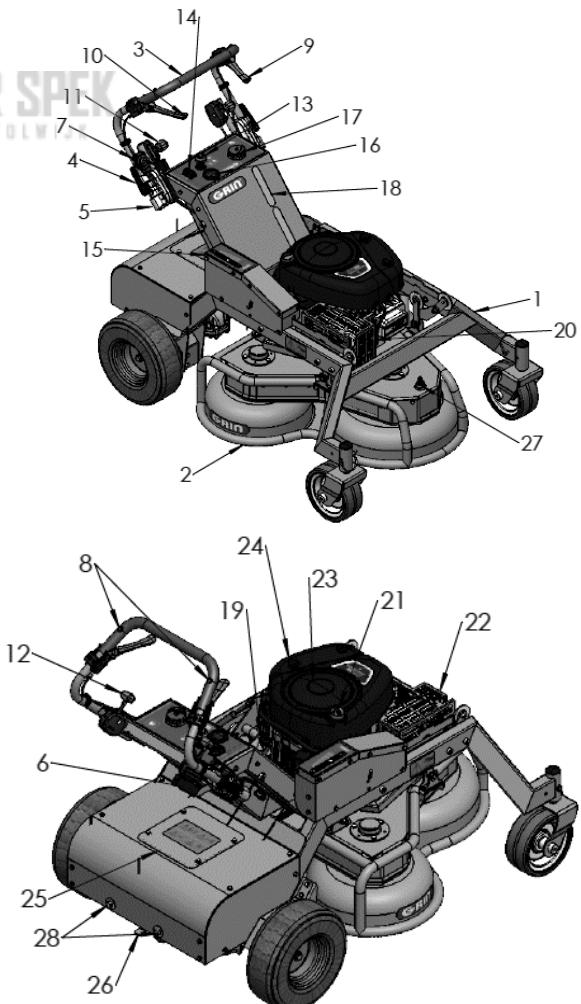

Abb. 7 - Komponenten der Maschine
Ihr Grin XM wird mit Öl im Motor ausgeliefert. Nach ca. 5 Betriebsstunden wird empfohlen, den Ölstand mit dem Ölmessstab (Abb.7_21) zu prüfen und ggf. nachzufüllen. Ölmenge und -typ sind dem Motorhandbuch zu entnehmen.
2. Den Tankdeckel abschrauben (Abb. 7_17), nachdem er und der Bereich um ihn von evtl. Verunreinigungen befreit wurden.
3. Füllen Sie mit Hilfe eines Trichters normales grünes Benzin ein. Sie können den Benzinstand mit Hilfe der Kraftstoffstandanzeiger an der Maschine überprüfen (Abb.7_18). Füllen Sie nicht über den sichtbaren Stand hinaus auf, lassen Sie Raum für die Kraftstoffausdehnung. Evtl. übergelaufenes oder verschüttetes Benzin sofort beseitigen und dem Benzin kein Öl zumischen.
6. Öffnen Sie den Benzinhhahn zwischen Tank und Motor. (Abb.7_19). Es wird empfohlen, den Hahn während des Transports immer zu schließen, damit nicht zu viel Benzin in den Motor gelangt.
Hinweis: Stellen Sie bei kaltem Motor den Hebel zur Einstellung der Motordrehzahl (Bild 7_12) in die Choke-Stellung.
!!! ACHTUNG !!! Nach dem Anlassen des Motors ist der Drehzahlverstellhebel (Bild 7_12) sofort aus der Position Choke zu entfernen.
Ihr XM ist mit einer elektronischen, millimetergenauen Mähhöhenverstellung ausgestattet. Drücken Sie nach dem Einschalten des Geräts die Taste für die Höheneinstellung (Abb. 7_14), um das Schneidsystem anzuheben oder abzusenken. Sie können die eingestellte Höhe über die Höhenanzeige (Abb.7_15) ablesen. Wenn Sie den Anzeiger in Richtung des grünen Bereichs bewegen, wird die Mähhöhe erhöht. Wenn Sie den Anzeiger in Richtung des roten Bereichs bewegen, wird die Mähhöhe verringert.
1. Lösen Sie nach dem Anlassen des Motors die Feststellbremse, indem Sie den Hebel (Abb.7_6) nach rechts und dann nach oben bewegen.
2. Nachdem Sie überprüft haben, dass die Mähhöhe korrekt ist, starten Sie das Schneidsystem, indem Sie den gelben Pilz am Armaturenbrett anheben (Bild 7_13).
3. Bewegen Sie den Schalthebel (Abb. 7_11) nach vorne oder hinten. Bewegen Sie den Hebel behutsam, um die Geschwindigkeit allmählich zu verändern, insbesondere wenn Sie den Rückwärtsgang einlegen. Abrupte Geschwindigkeitsänderungen können dazu führen, dass der Bediener das Gleichgewicht verliert.
4. Um die Maschine zu lenken, drücken Sie den linken Hebel (Abb.7_9), um nach links zu fahren und den rechten Hebel (Abb.7_10), um nach rechts zu fahren. Je fester der Hebel gedrückt wird, desto enger wird die Kurve. Wenn der Hebel ganz gedrückt wird, dreht sich die Maschine um sich selbst.
1. Bringen Sie den Vorwärts/Rückwärts-Hebel (Bild 7_11) in die Neutralstellung (N)
2. Ziehen Sie die Feststellbremse an, indem Sie den Hebel nach unten bewegen (Abb.7_6).
3. Schalten Sie das Schneidsystem aus, indem Sie auf den gelben Pilztaster am Armaturenbrett drücken (Abb.7_13).
4. Lassen Sie die Sicherheitstasten (Abb.7_8) los, um die Maschine auszuschalten.
1. Lösen Sie die Befestigungsschrauben des On-Board-Kits (Abb.7_28), positionieren Sie die Platte und ziehen Sie die Schrauben wie in der Abbildung oben an. Ziehen Sie die Schrauben mit einem Drehmoment von 50 Nm an.
- III. Öffnen Sie das Batteriefach, indem Sie die vier Schrauben lösen, mit denen die Klappe befestigt ist (Abb.7_25). Klemmen Sie die Batterie ab und schließen Sie sie an ein Ladeerhaltungsgerät an.